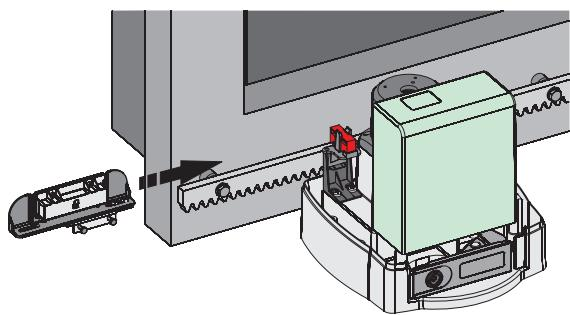

Fig. 14
4. Coulissez sur la crémaillère l'aimant avec le cadenas ouvert dans la direction d'ouverture, jusqu'à ce qu'il soit détecté (voir figure 14). Faites ensuite avancer l'aimant 10 mm et fixez le temporairement avec les vis spécifiques.